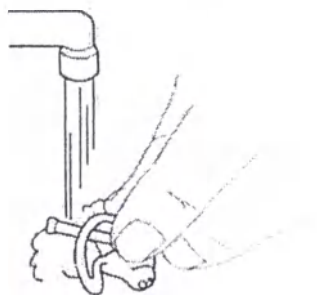

Рисунок 15 – Промывание ушного вкладыша
- вымыть ушной вкладыш теплой водой, используя мягкие сорта мыла (рисунок 15);